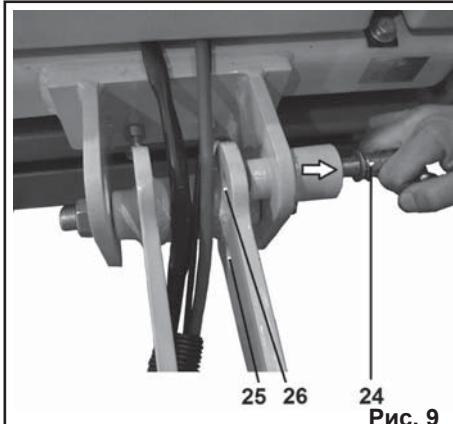

Рис. 7
рудите скобу (22) с деталями крепления (21). Вновь установите скобу (22), предварительно расположив под скобой (22) гофрированную трубку (23). Положение зафиксируйте деталями крепления (21), (Рис. 7).